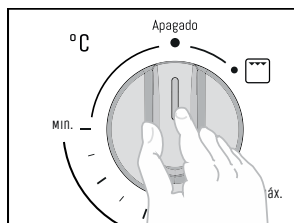

Figura 55.
- Que la perilla esté en la posición de apagado (Ver figura 55).